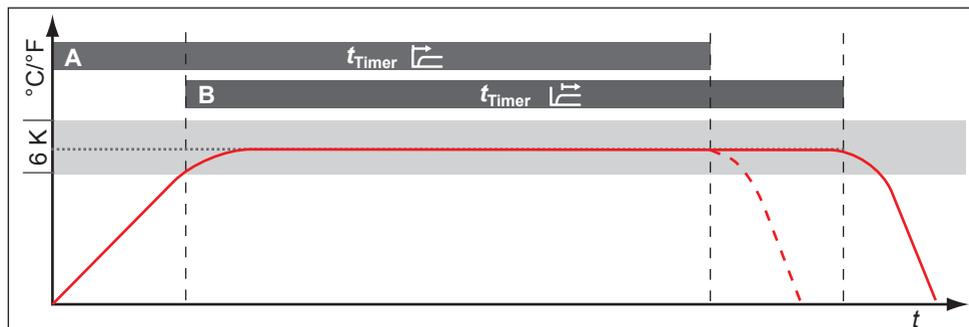

Fig. 26 Timer Mode
Aqui é possível ajustar se o relógio digital de contagem decrescente com indicação do tempo pretendido (temporizador, consulte a página 30) deve ou não trabalhar em função do valor nominal – ou seja, se o período de funcionamento do temporizador apenas deve iniciar quando for atingida uma banda de tolerância de ± 3 K do valor nominal (Fig. 26, B) ou imediatamente após a ativação do temporizador (A).